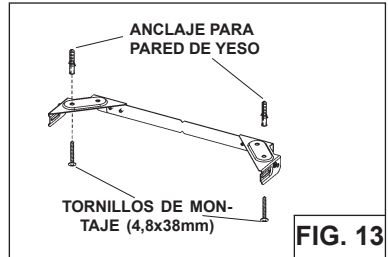

FIG. 13
3. Asegure el ensamble de soporte al techo utilizando los tornillos de montaje (2) 4.8 x 38mm y anclas para paredes de yeso (Fig.13). Asegúrese que el soporte este contra la esquina, junto con la pared is es necesario, y centrado sobre sobre la campana. Complete instalación.